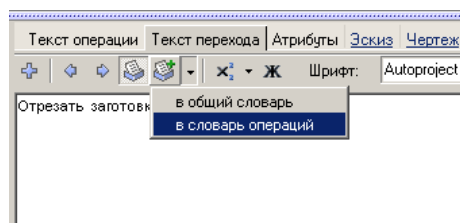

Рис.1
3. Выделите слова «*в размер*», с помощью мыши. Нажмите кнопку **Добавить выделенное слово в словарь** и выберите в **Словарь операций** (рис. 1).